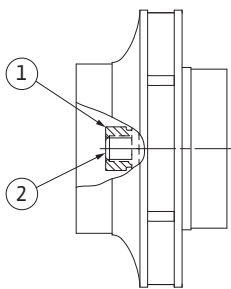

Fig. 53: Pumphjulsmutterns korrekta position efter monteringen
29. Håll fast axeln (se steg 24) och dra åt pumphjulsmuttern med angivet åtdragningsmoment (se listan "Tabell 11: Åtdragningsmoment för skruvarna" på sidan 50). Muttern (fig. 53, pos. 1) måste ligga i kant med axeländan (fig. 53, pos. 2) med $\pm 0,5$ mm. Om så inte är fallet måste muttern lossas och steg 25 till 29 upprepas.